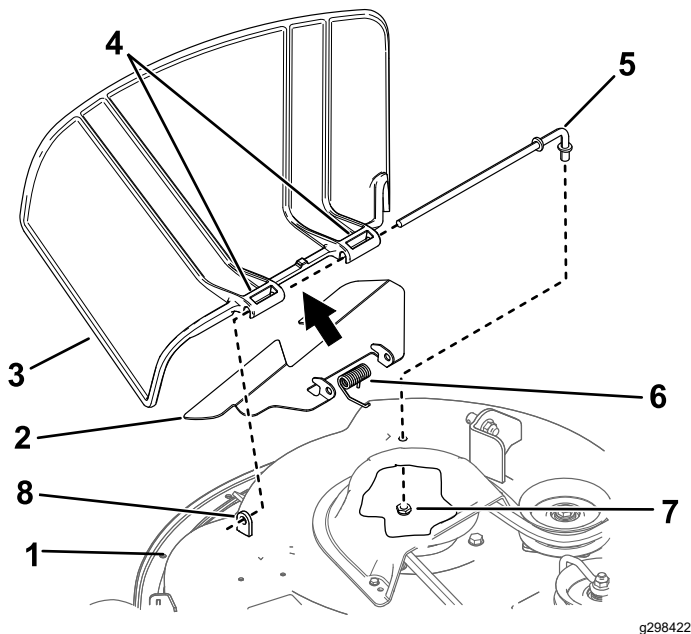

Figure 72
1. Retirez l'écrou ($\frac{3}{8}$ ") de la tige, sous le plateau de coupe (Figure 72).
- Sortez la tige de la courte cheville de positionnement, du ressort, du petit déflecteur et du déflecteur d'herbe (Figure 72).
- Posez les nouveaux déflecteur d'herbe et petit déflecteur (Figure 72).
- Insérez la tige dans le petit déflecteur et dans le second support du déflecteur d'herbe (Figure 72).
- Fixez l'extrémité arrière de la tige dans le plateau de coupe à l'aide d'un écrou ($\frac{3}{8}$ "), comme montré à la Figure 72.